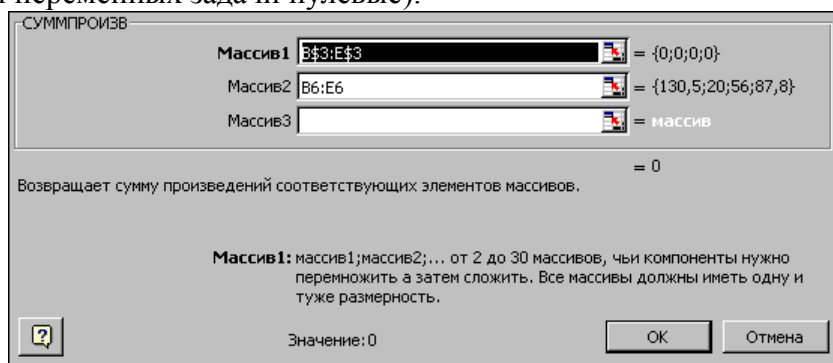

Рис.1.3. Ввод формулы для расчета ЦФ в окно "Мастер функций"
- в появившемся окне "СУММПРОИЗВ" в строку "Массив 1" введите выражение **B\$3:E\$3**, а в строку "Массив 2" – выражение **B6:E6** (рис.1.3);
- после ввода ячеек в строки "Массив 1" и "Массив 2" в окне "СУММПРОИЗВ" появятся числовые значения введенных массивов (см. рис.1.3), а в экранной форме в ячейке **F6** появится текущее значение, вычисленное по введенной формуле, то есть 0 (так как в момент ввода формулы значения переменных задачи нулевые).